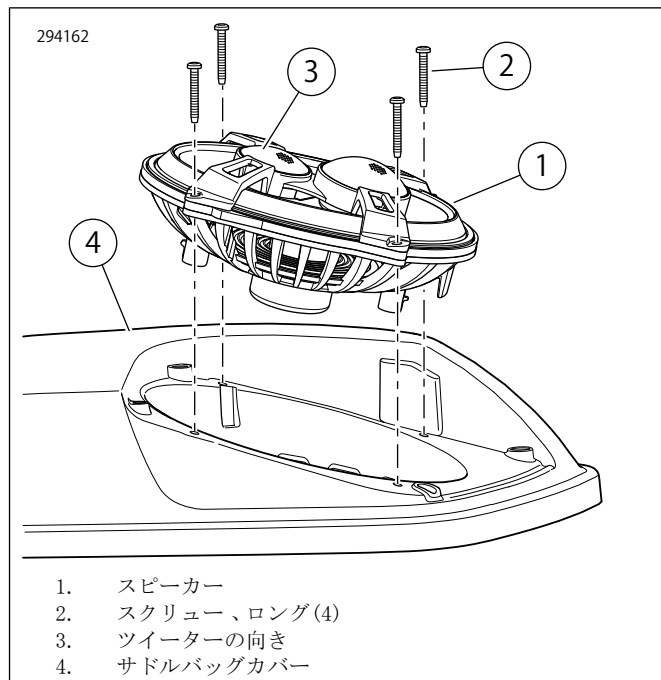

図3。スピーカーの向き
7. 図3を参照してください。スクリーン(2)を取り外します。スクリーンを使ってスピーカーをサドルバッググリッドに固定します。